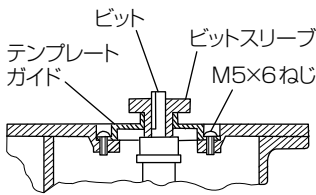

図 11
(図 11)
⑤ この状態で、軽く取付けておいた M5 × 6 ねじ (2 個) をしっかりと締付け、テンプレートガイドを固定します。(図 11)
⑥ ビットスリーブを抜きます。
⑦ テンプレートを材料に確実に固定してください。